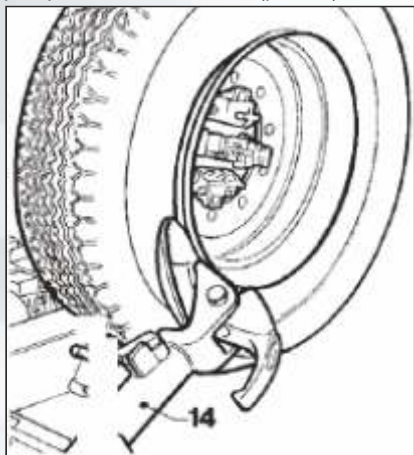
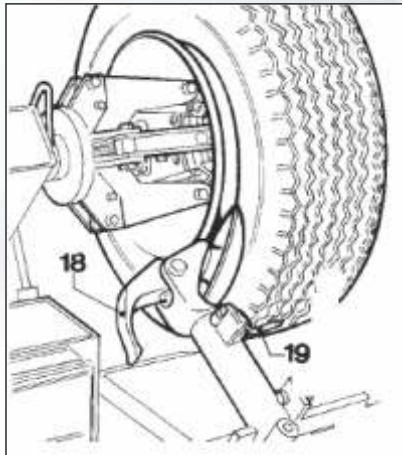

Рисунок 14
Рисунок 15
- 3) Установите кронштейн съемного рычага покрывки 14 (рис.14) в рабочее положение и дайте ему зафиксироваться.
- 4) При помощи переносного блока управления маневрируйте колесом до тех пор, пока внешняя часть обода не появится из-за диска (рис. 14).
- 7) Отведите кронштейн съемного рычага покрывки 14 (рис.14) в сторону и установите его в не рабочее положение, отжав его установочную рукоятку, затем переведите его во второе рабочее положение (рис.15).
8) Нажмите на рукоятку установки съемного рычага 19 (рис.15) и поверните головку рукоятки на 180°, пока он автоматически не зафиксируется.